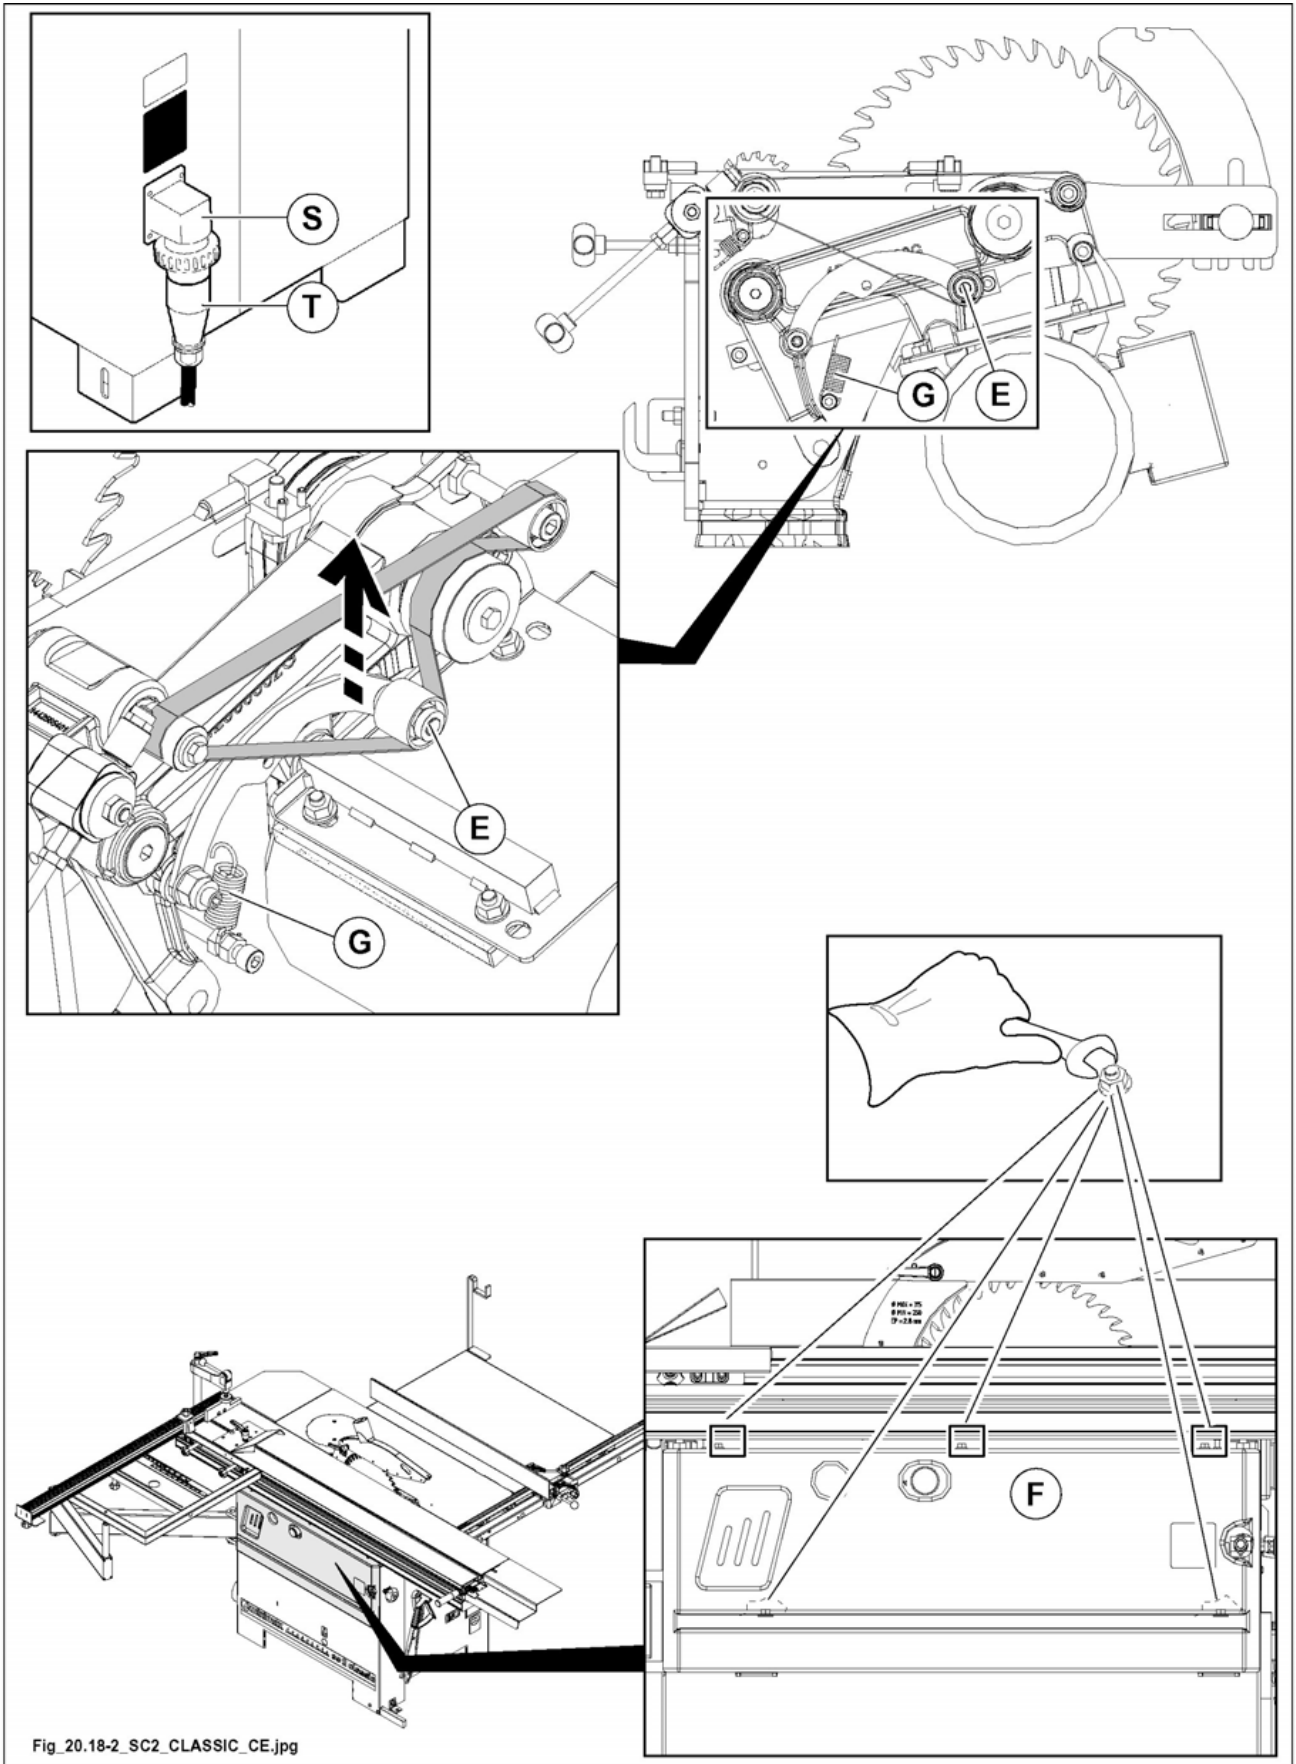

Fig. 20.18-2
- Montera ner det främre höljet (F fig. 20.18-2).
- Lossa remspännaren (E fig. 20.18-2) och dra ut remmen; montera på samma sätt den nya remmen och rotera den för hand för att kontrollera att den är centrerad på remskivorna.
- Montera tillbaka det främre höljet (F fig. 20.18-2).
*korrekt spänning av ritssågens rem erhålls med hjälp av fjädern (G fig. 20.18-2) och kräver ingen inställning.*